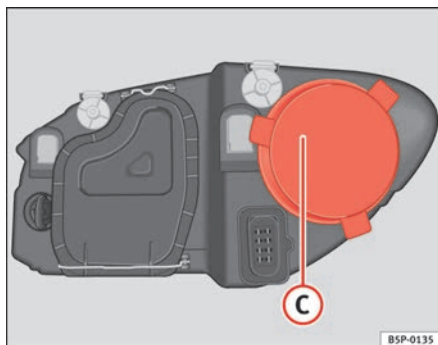

Abb. 183 Fernlicht
- Den Deckel ⇒ Abb. 183 ① abziehen.